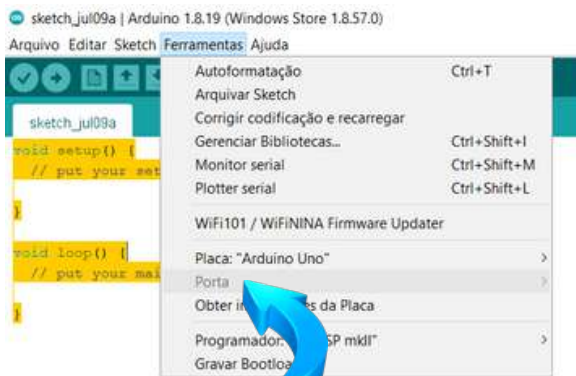

Figura 02
- Esse momento é muito importante, escolha a porta adequada, na **aba Sketch**, clique em ferramentas, PORTA3, ou PORTA 4, assim por diante, **Figura 02**. Se você não estiver na porta correta a programação não será passada para a placa.